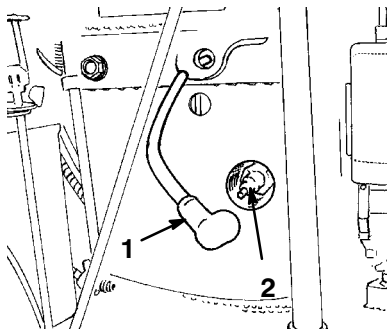

Figure 17
2. Débranchez le fil de la bougie (Fig. 17). Nettoyez la surface autour de la bougie pour éviter que des impuretés endommagent le moteur en tombant à l'intérieur.
3. Connectez les fils aux bougies (Fig. 17).